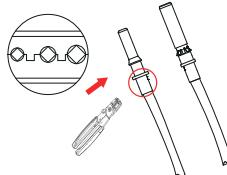

Figura 5.4 Crimpe o pino de contato no fio
- b) Fixe os terminais de crimpagem de metal com um alicate de crimpagem, conforme ilustrado na figura 5.4.